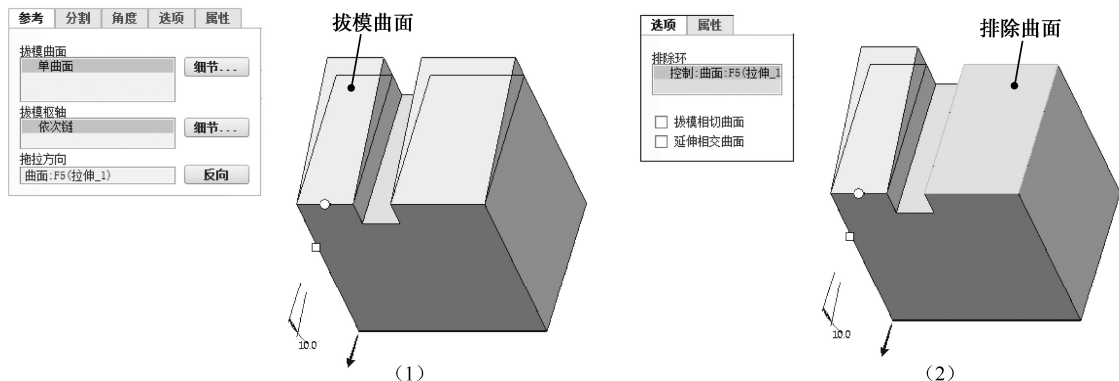

图 5-59 排除环选项
对于被分割成几部分的曲面，如图 5-59 (1) 中的曲面，被中间的槽分割成为两部分，此时在进行拔模操作时，可以对某一曲面进行拔模而对同一平面的其他面不进行拔模操作，这就是【排除环】设置。
在设置了拔模曲面之后，在拔模操控面板中，选择【选项】，在【选项】下的【排除环】中添加要排除的已选中的某个曲面，如添加图 5-59 (2) 中的曲面，则可以实现对某一部分不进行拔模操作。